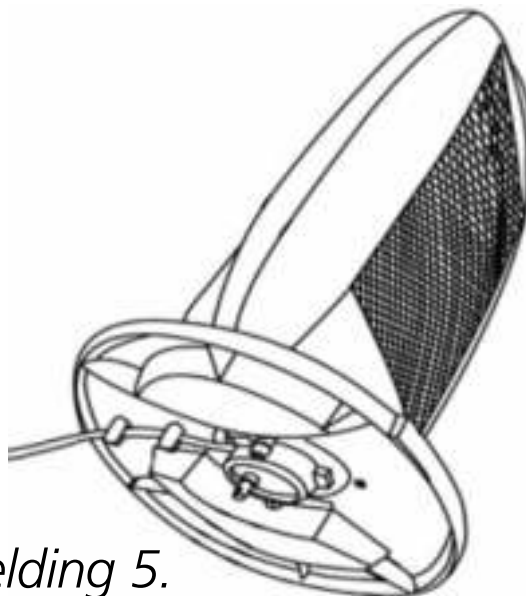

Afbeelding 3.
- b. Monteer de voet aan de onderzijde van de kachel en borg de voet met de twee meegeleverde schroeven door deze met de hand vast te draaien. Zie afbeelding 3